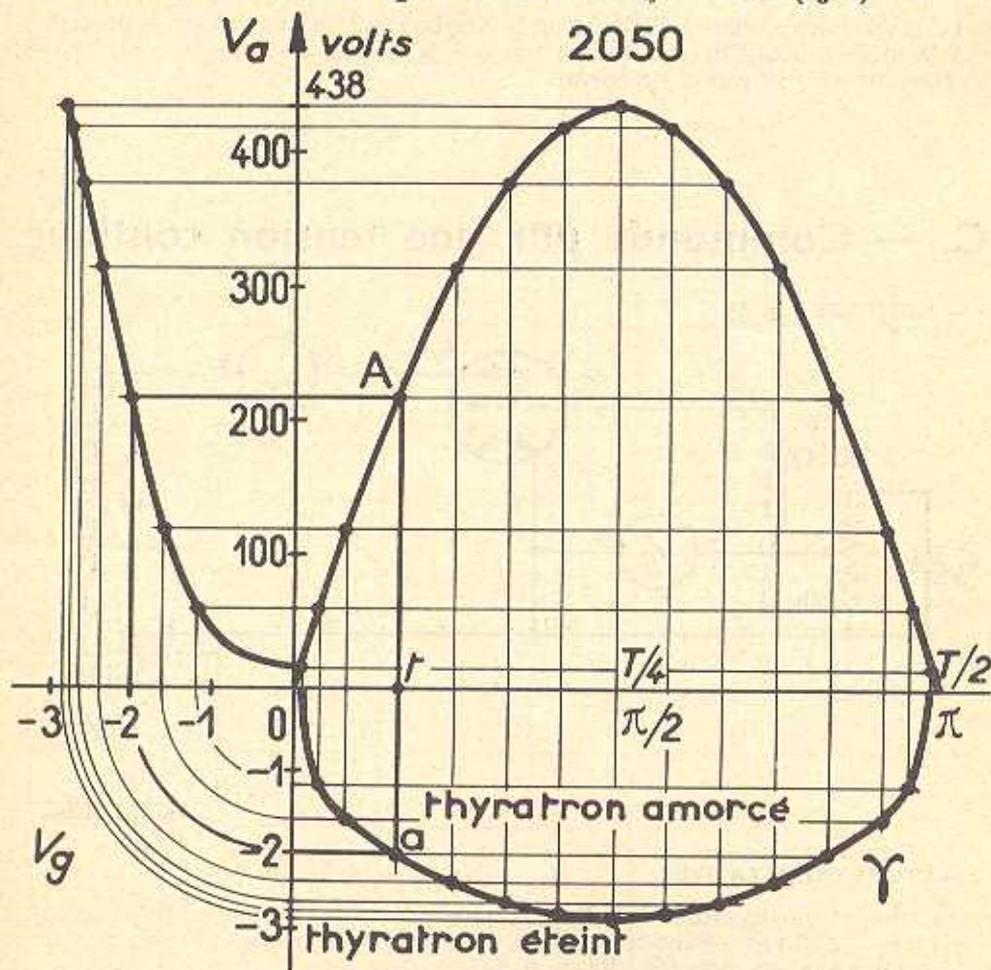

FIG. 4. — Courbe de contrôle :
I. — TRACÉ DE LA COURBE DE CONTRÔLE POUR  $R_g = 100 \text{ k}\Omega$  (fig. 4)